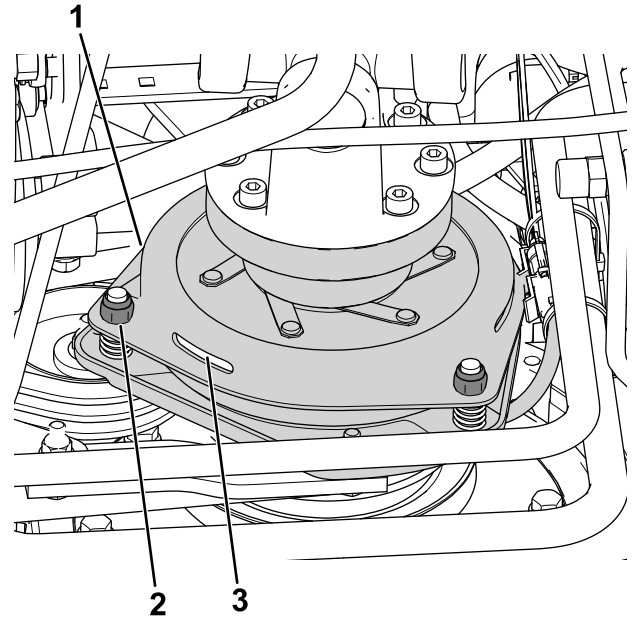

Figure 76
- Réglez l'entrefer de façon à pouvoir passer une jauge d'épaisseur de 0,3 mm (0,012 po) entre la garniture d'embrayage et la plaque de frottement en poussant légèrement (Figure 76).
**Remarque:** Pour diminuer l'entrefer, tournez les écrous de réglage dans le sens horaire (Figure 76). L'entrefer ne doit pas dépasser 0,6 mm (0,024 po). Réglez les 3 entrefers à 0,4 mm (0,012 po).